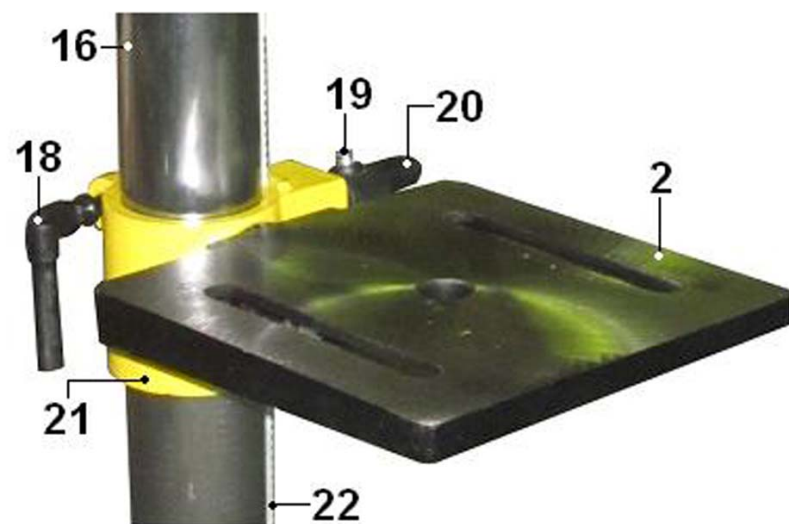

Рис.3.
9.6. Вращением ручки фиксации разрезной муфты (18) надежно зафиксируйте положение разрезной муфты (21) и рабочего стола (2) на колонне (16) Рис.3.
10.5. Установка высоты рабочего стола (2) задается ручкой (20) и фиксируется ручкой (18), Рис.3.